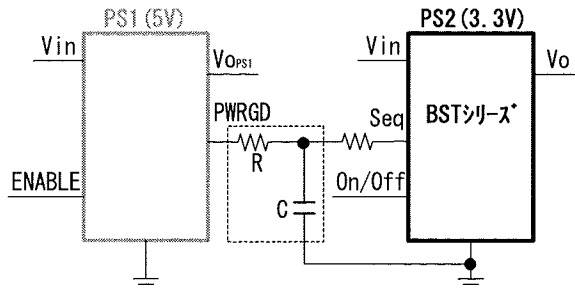
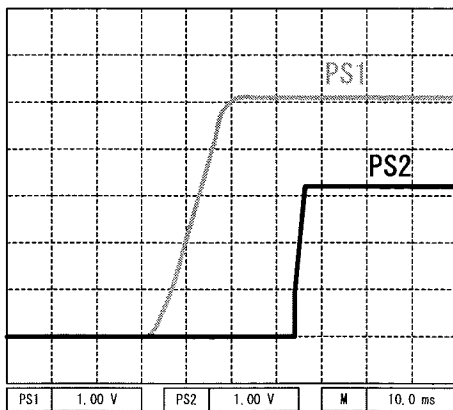
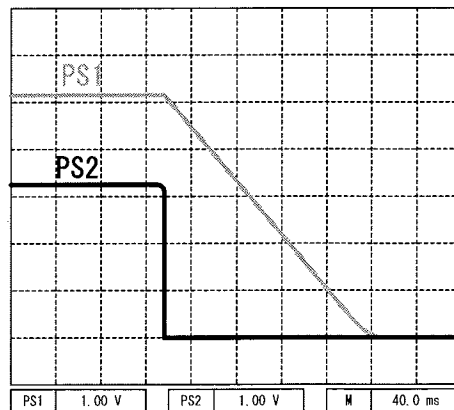

図14 シーケンシャル動作接続例
図15 シーケンシャル動作 (Power-Up)
図16 シーケンシャル動作 (Power-Down)
シーケンシャル動作の例を図14に示します。PS1(5V)からのPWRGD信号を点線内の抵抗-コンデンサ等の部品で回路を構成し、PS2(3.3V)のSeq端子に制御電圧を入力します。図15、16が動作時の波形です。図15 (Power-Up)ではPS1 (5V)を最初に起動させ、PS1(5V)が安定な電圧に達した時に出力されるPS1のPWRGD信号を点線内のR-C等の部品で構成した時定数回路で時定数を作りPS2(3.3V)のSeq端子へ入力しPS2(3.3V)を制御した時の波形です。図16 (Power-Down)はPS1 (5V)の出力電圧が定格電圧の約90%以下で出力されたoff信号を利用し、PS2 (3.3V)をoff制御させた時の波形を示しました。
- ・ 図14の点線内の時定数回路 (C-R)はブロック図です。実使用時には実用にあわせた回路を構成してください。